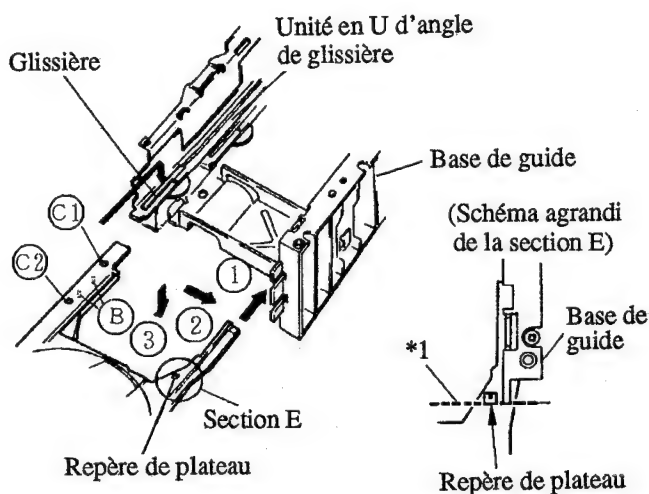

Figure 11
2. Placer la glissière au tout premier plan, comme illustré à la Figure 11.